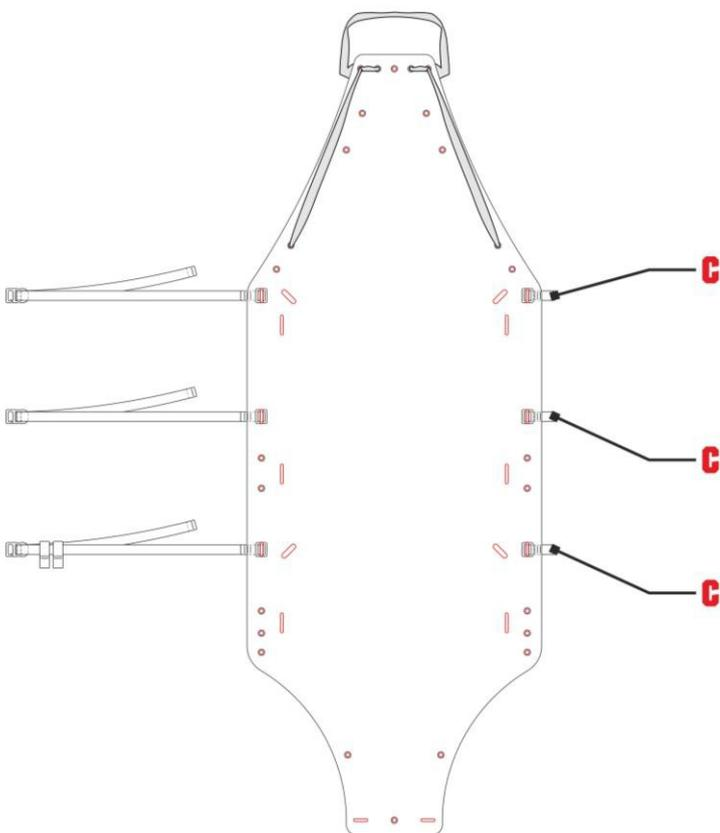

Рис. 11
- c) вставьте ленту с прорезями (C) в прорези A2 опорной поверхности (рис. 11),